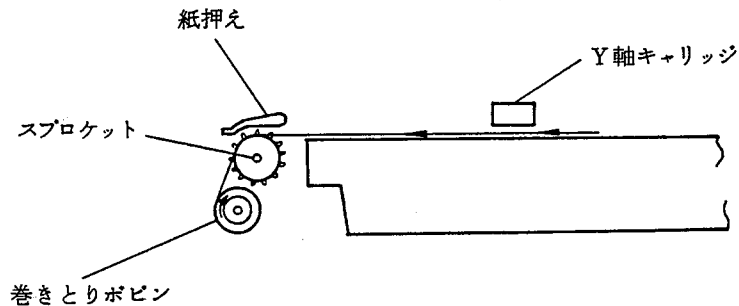

図4 ロール紙の巻きつけ方
- ① 1項で装着した記録紙を引き出して、吸着板の上を通し、図4に示すように紙押えの下を通してください。
- ② 付属の巻きとりボビンを、巻きとりフランジにとりつけます。
- ③ 次にスプロケットのピン(記録紙送りピン)に記録紙送り穴を合せ、記録紙の先端を巻きとり、ボビンのハترون紙にはさみ込んで巻きつけます。
- ④ チャート送り速度を60cm/minとしてSTARTスイッチを押して少し巻きとり、ボビンに記録紙を巻きつけてから、測定を開始してください。